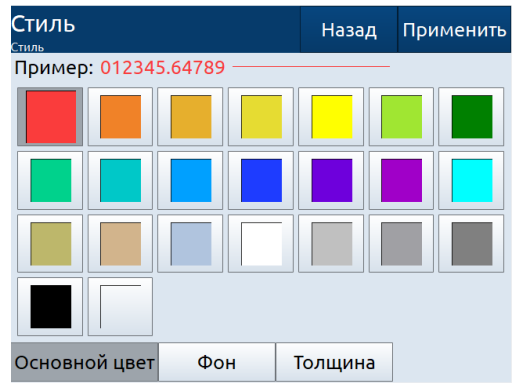

Рисунок 2.19 – Текстовый редактор «выбор цвета шрифта и фона»
- цвет шрифта и фона (см. рисунок 2.19).